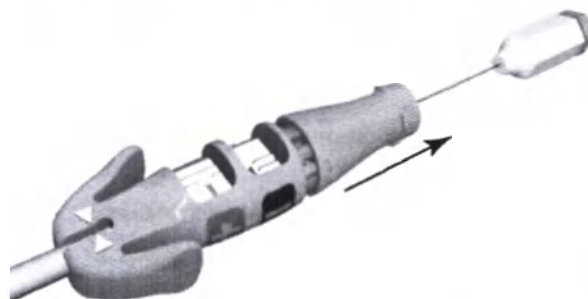

Рисунок 6. Рукоятка фиксации насадки на коннектор электрода отсоединена
- Перед вводом электрода в вену отсоедините рукоятку фиксации от концевого штыря (Рисунок 6 Рукоятка фиксации насадки на коннектор электрода отсоединена).